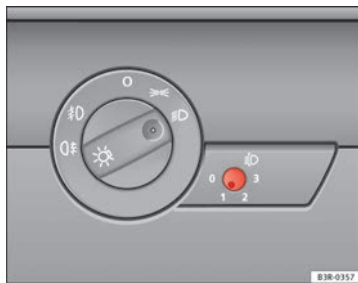

Abb. 87 Leuchtweitenregulierung
- Tippen Sie den Knopf  ⇒ Abb. 87 an, um ihn aus seiner Einstellposition auszurasen.